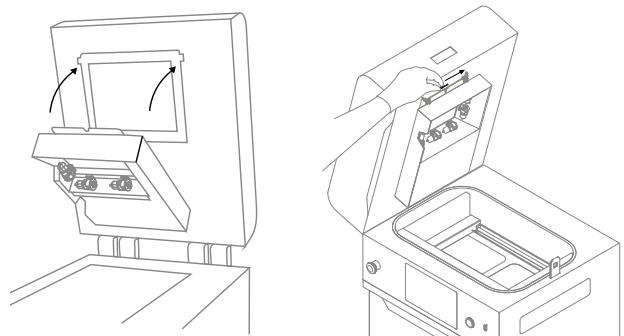

Abb. 12.46 Baue das Heizmodul wieder ein.
14. Hebe das Heizmodul an (Abb. 12.46).
15. Setze den Splint des Heizmoduls wieder ein (Abb. 12.46).